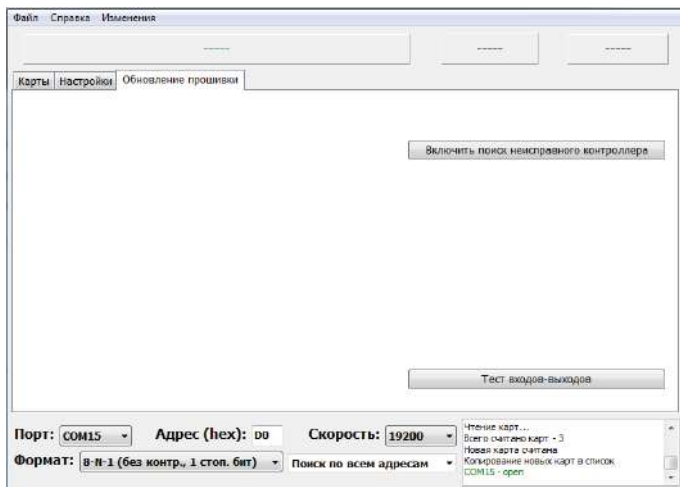

Рис.20. Включение поиска неисправного контроллера.
3. Перейти на вкладку «Обновление прошивки» и нажать кнопку «Включить поиск неисправного контроллера» (Рис.20).